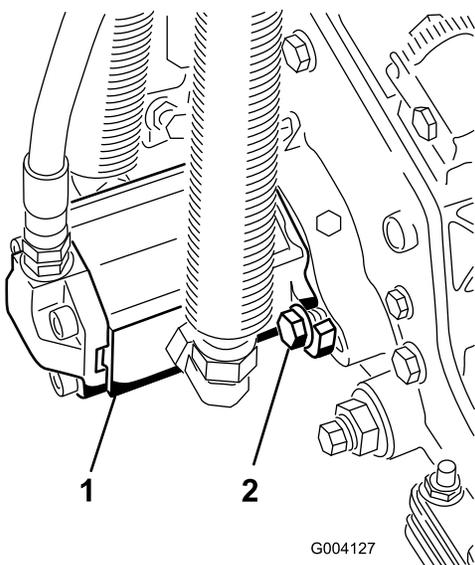

Figura 32
3. Montate il motore ruotato in senso orario in modo che le flange del motore non tocchino i bulloni (Figura 32).